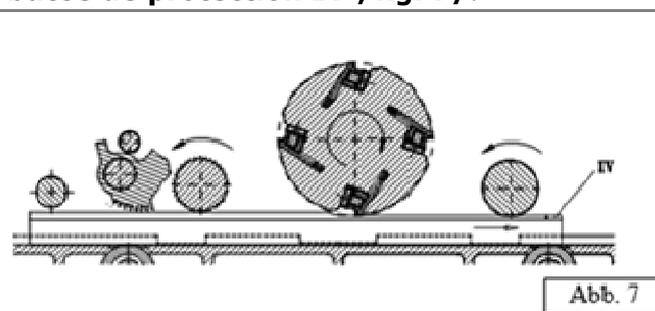

Abb. 7
- ↓ Pour des pièces de moins de 5 mm d'épaisseur, vous pouvez utiliser une planche, traité avec la raboteuse, sur lequel vous pouvez mettre la pièce et déplacer avec la pièce grâce à la butée de protection IV /fig. 7/.